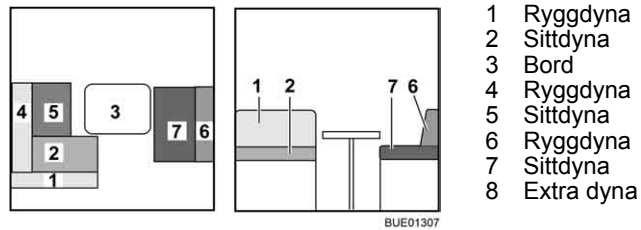

Bild 140 Före ombyggnaden
- Bygg om bordet (Bild 140,3) till sängbotten (se avsnitt 6.11).
- Tag bort ryggdynorna (Bild 140,1 och 4) och lägg dem åt sidan.